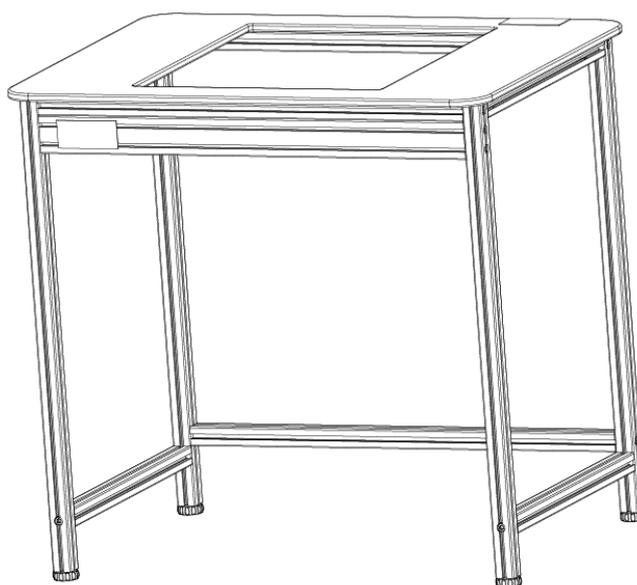

Fig. 9
6. Ambos os lados devem estar paralelos um ao outro e os parafusos apertados. (A Fig. 9 mostra a armação externa pronta montada)